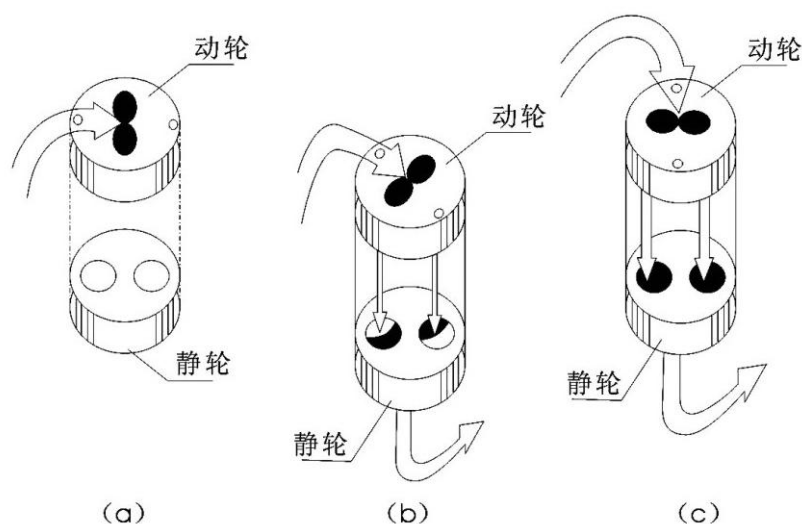

图3 磨轮结构图
(2) 磨轮结构请参看图3。介质流体从阀门的进口端进入阀腔内，假设阀门正在关闭状态，见图3(a)所示，两磨轮上的节流孔处于垂直相向位置，流道被完全堵死；随后当电动执行机构开始转动一定的锐角角度，并通过阀杆的连接传递，使动磨轮也随之转动了一个锐角，这时两个磨轮的相对位置就形成了见图3(b)所示，工作面上的流道为两个月牙孔，流体通过两月牙孔被分成两股支流，以后再合并为一股从阀门的出口处流出；调节流量的大小也就是使阀杆在 90° 角度之间的任意转动，改变由两块动、静磨轮组成的流道流通面积的大小来实现的，其工作面上流道变化的全过程就似天体月亮的圆缺变化的模样，当执行机构继续转至全开位置时，流道被完全打开，工作面上的流道截面好像两颗满月的月亮，见图3(c)所示。另释，阀门在工作中，流体对磨轮产生了一定的压力，使得动、静磨轮始终紧贴在一起，更加强了工作面的气密性，就在逆流工况时，也具有良好的密封性能。